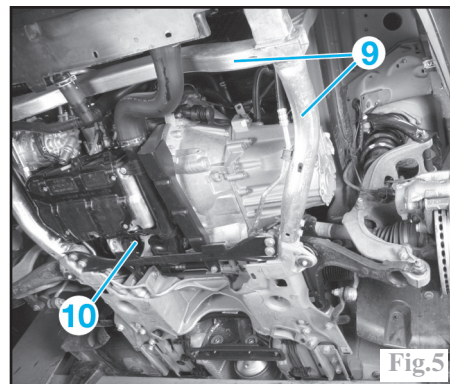

Fig.5
-le cadre de renfort du berceau (9) (Fig.5).
-le tirant antibasculement (10).